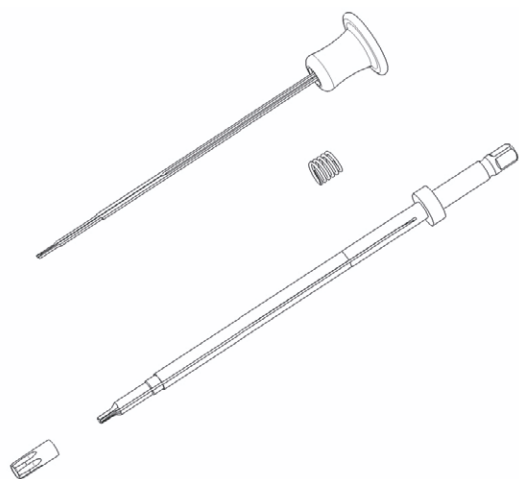

Abb. 10 Auseinandergezogene Darstellung des selbsthaltenden S⁴ Cervical Schraubendrehers für Polyaxialschrauben
- Knopf mit den Haltzungen auf den Schaft des Schraubendrehers schieben, so dass die Haltzungen in den Rillen des Schraubendreherchafts einrasten, siehe Abb. 10.
6.4 Stabandrückzange (26)